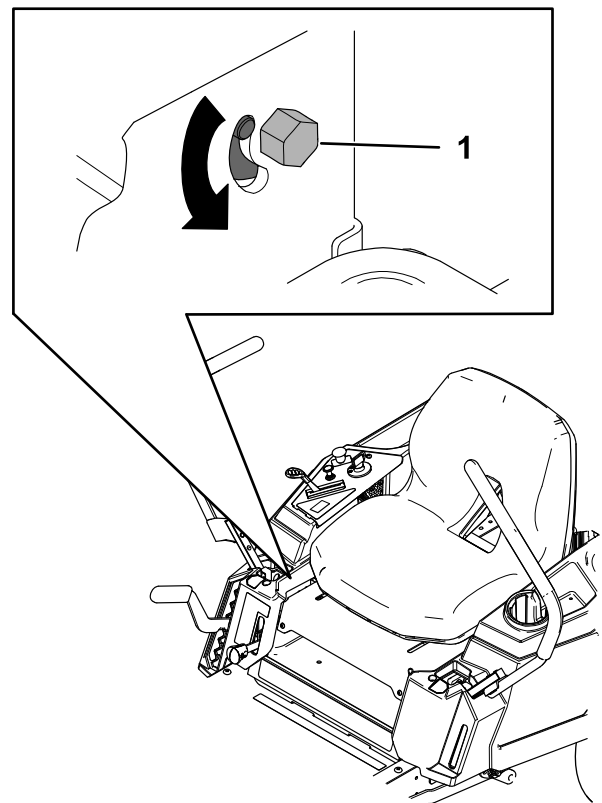

Figure 56
3. Localisez le boulon de réglage de la dérive près du levier de commande de déplacement du côté qui nécessite le réglage (Figure 56).